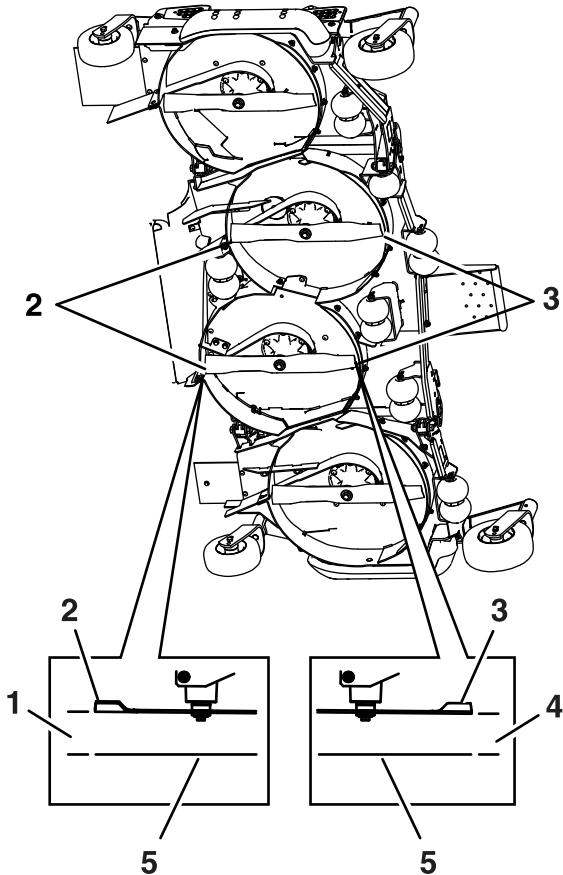

Рисунок 78
- Измерьте расстояние от горизонтальной поверхности до передней кромки левого и правого ножей средней деки (Рисунок 78).